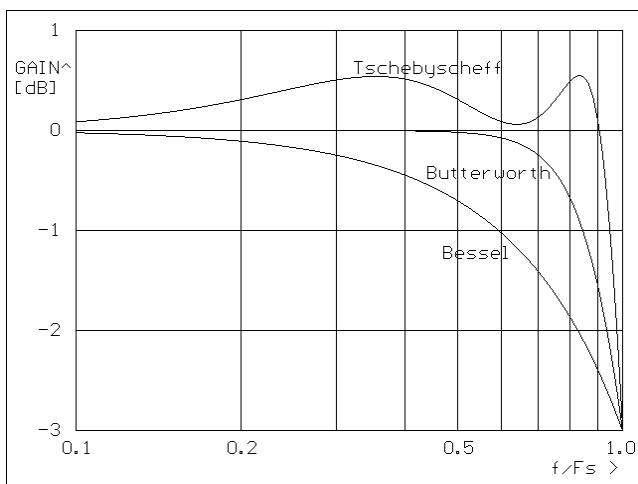

Abb. 6 – Amplitudengang Durchlassbereich
Die Trennwirkung eines Filters steigt mit seiner Steilheit beim Übergang vom Durchlass- in den Sperrbereich. Tschebyscheff liegt hier noch vor Butterworth, Bessel folgt erst mit Abstand. Wie in Abb. 6 zu erkennen ist, weist Tschebyscheff aber eine Welligkeit der Verstärkung im Durchlassbereich (ideal = 1  $\hat{=}$  0 dB) auf; 0,5 dB entsprechen ~ 6 %. Es ist im Einzelfall zu entscheiden, ob eine derartige Durchlasswelligkeit zulässig ist. Butterworth und Bessel verlaufen flach.
1. Man setzt im Durchlassbereich einen in der Anwendung tolerierbaren Amplitudenfehler fest und liest die zugehörige normierte Frequenz in Abb. 6 von der x-Achse ab.